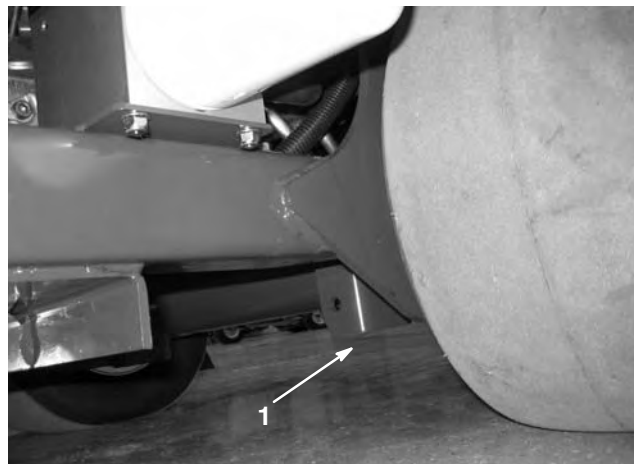

Figure 41
2. Placez le cric correctement sous la plaque du châssis, juste à l'intérieur de la roue arrière (Fig. 41).